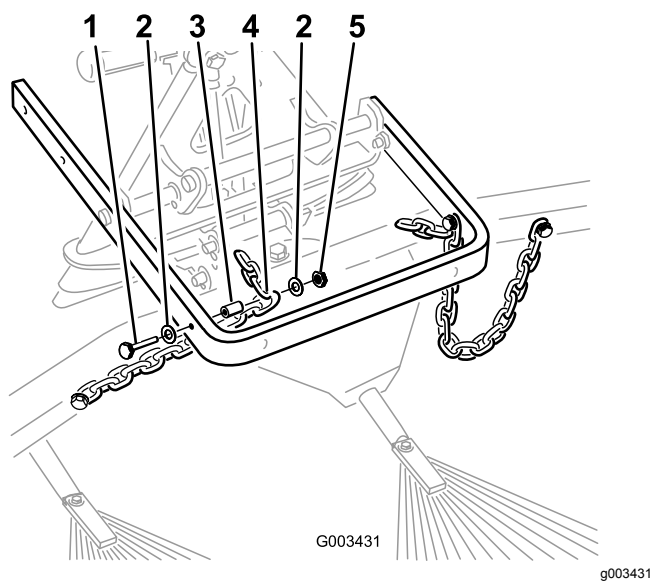

Figura 10
8. Fissate la terza maglia di ciascuna catena alla parte esterna del braccio di sollevamento (Figura 10) utilizzando un bullone ($\frac{3}{8}$ " x $2\frac{1}{2}$ "), 2 rondelle ($\frac{3}{8}$ " x $7/8$ "), un distanziale e un dado ($\frac{3}{8}$ ").